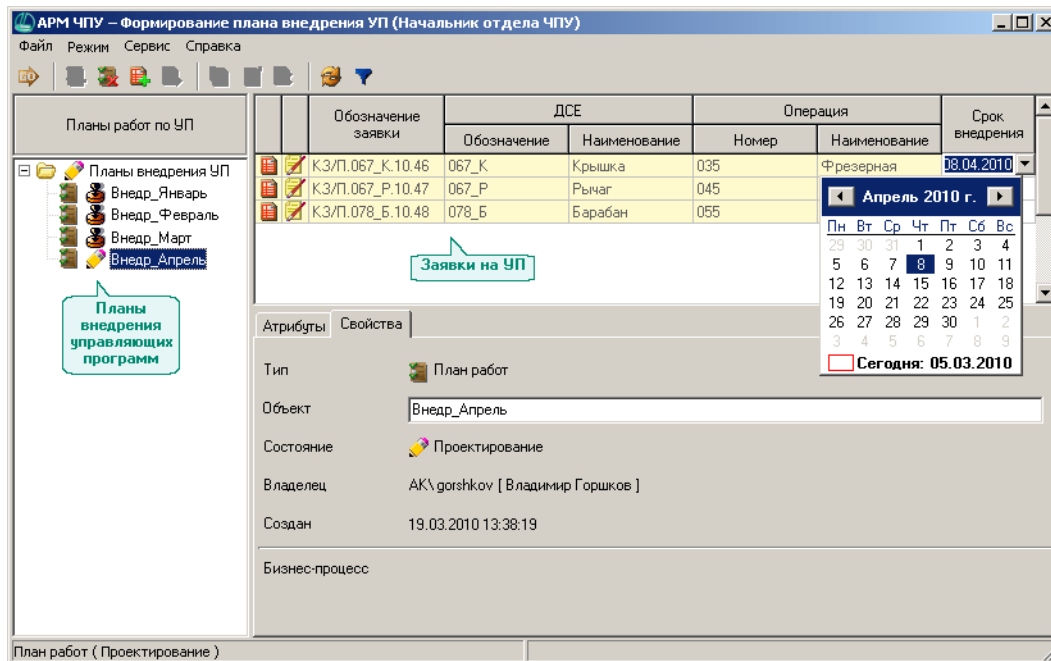

Рис. 2.13.
В окне программы вы увидите (рис. 2.13):
4. Укажите сроки внедрения управляющих программ. Для этого щелкните левой клавишей мыши по ячейке **Срок разработки** и укажите дату в раскрывшемся календаре (рис. 2.13).